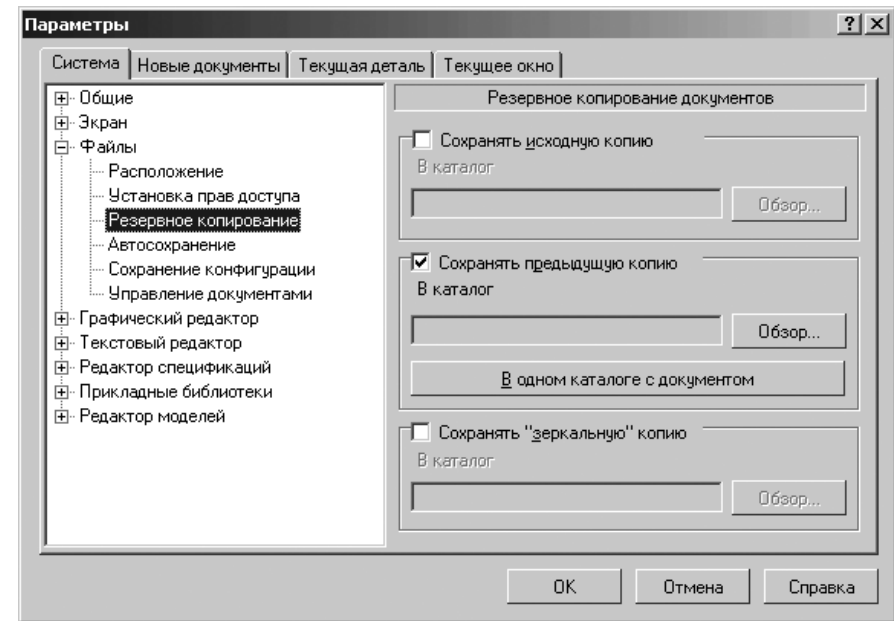

Рис. 9.12. Диалоговое окно **Параметры** с открытой вкладкой **Система** и открытой панелью **Резервное копирование документов**
- щелкните по пункту **Резервное копирование**. Откроется в правой части диалогового окна панель **Резервное копирование документов** (рис. 9.12).